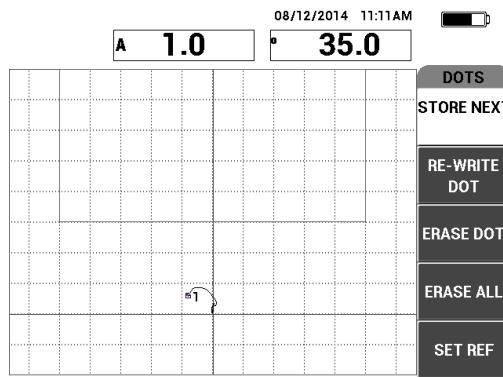

Рис. 6-40 Регистрация первой точки
6. Нажмите СОХР. СЛЕД. (клавиша A) для записи первой точки (см. Рис. 6-40 на стр. 156).